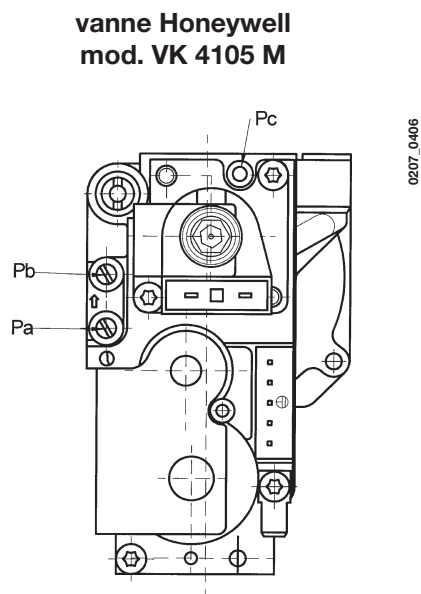

Figure 8
- relier la prise de pression positive d'un manomètre différentiel, si possible à eau, à la prise de pression (**Pb**) de la vanne du gaz (figure 8).
- vérifier que la pression d'alimentation de la chaudière, mesurée à la prise de pression (**Pa**) de la vanne gaz (Figure 8) est correct (**37 mbar** pour le gaz propane, **20 mbar** pour le gaz méthane ou **25 mbar** pour le gaz G25);